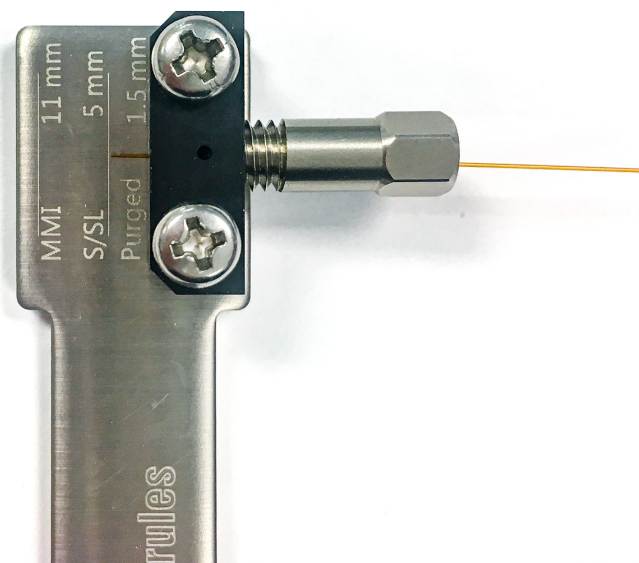

Figura 14. Passe a porca da coluna pela ferramenta de estampagem
- 4 Rosqueie frouxamente a porca da coluna na ferramenta de estampagem até começar a sentir resistência. A coluna ainda deve deslizar livremente. Consulte **Figura 14**.